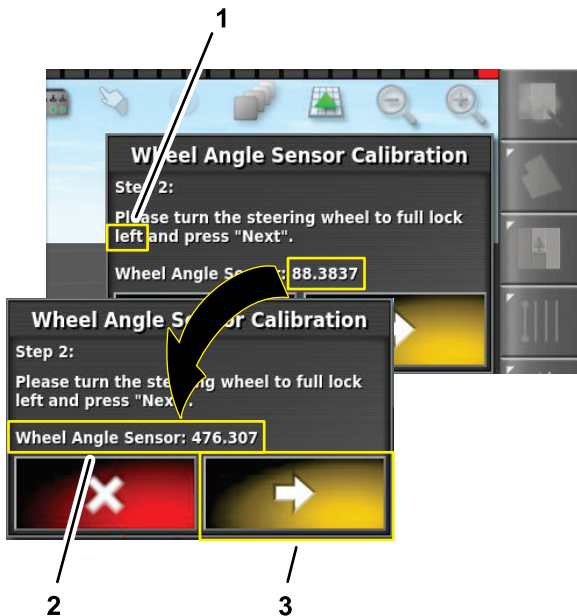

Figure 163
6. À l'étape 2, tournez le volant à fond vers la gauche, arrêtez-vous, puis cliquez sur l'icône Étape suivante (Figure 163).